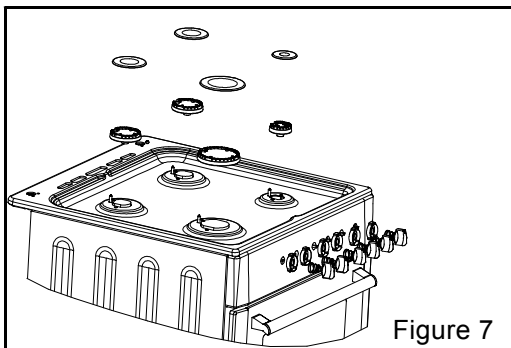

Figure 7
Le technicien devra tout d'abord vérifier le réglage gaz de votre cuisinière. Si elle est livrée en gaz naturel, il devra changer les injecteurs (voir ci-dessous) pour la rendre utilisable en gaz butane. L'installation doit être faite avec un tuyau gaz spécifique butane/propane vendu avec 2 colliers, l'embout gaz butane avec le joint sera installé sur la cuisinière, le tuyau sera enfoncé à fond sur cet embout et un collier sera installé en serrant correctement, mais sans couper le tuyau. Faire de même côté détendeur (voir fig. 7).
- Retirez le chapeau de brûleur + le brûleur supérieur. (voir fig.7)